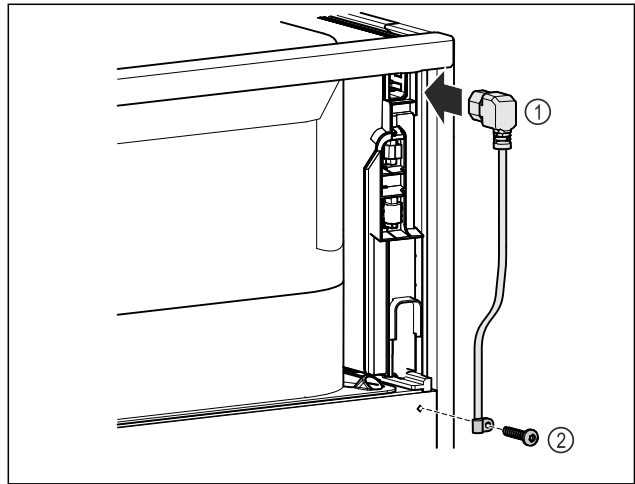

Fig. 11
- Sätt i nätkabelns apparatkontakt Fig. 11 (1) på apparatens baksida.
- Montera dragavlastning Fig. 11 (2)